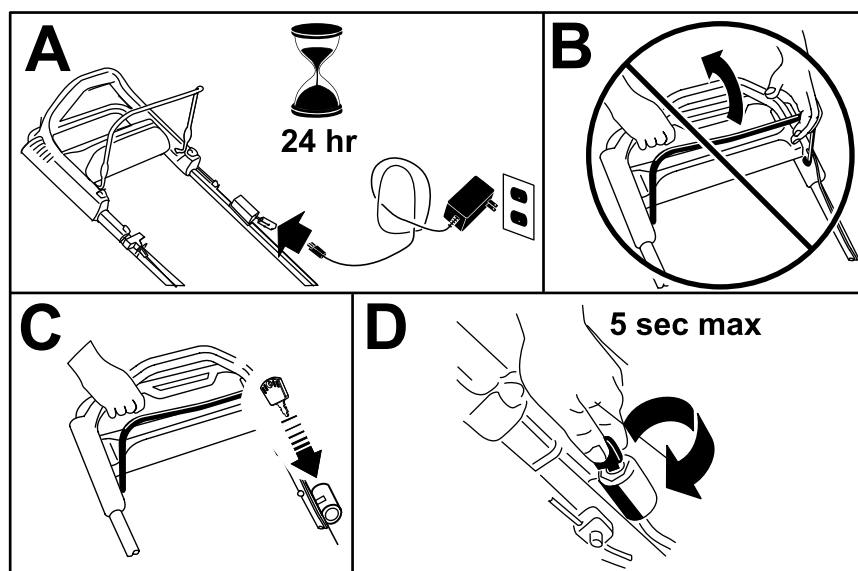

Figure 15
1. Chargez la batterie pendant 24 heures avant d'utiliser la machine pour la première fois (A de Figure 15).
**Important:** N'essayez pas de démarrer le moteur si la barre de commande des lames est engagée au risque de faire griller le fusible (B de Figure 15).
2. Introduisez la clé dans le commutateur d'allumage (C de Figure 15).
3. Tournez la clé de contact et maintenez-la à la position de démarrage, puis relâchez-la (D de Figure 15).